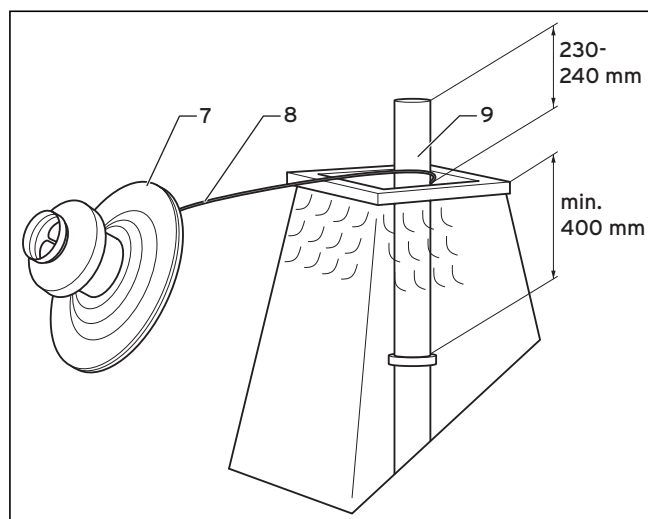

Рис. 5.22 Монтаж насадки для шахты, арт. № 303 261
- Снимите муфту и укоротите трубу, как показано на рис. 5.22.